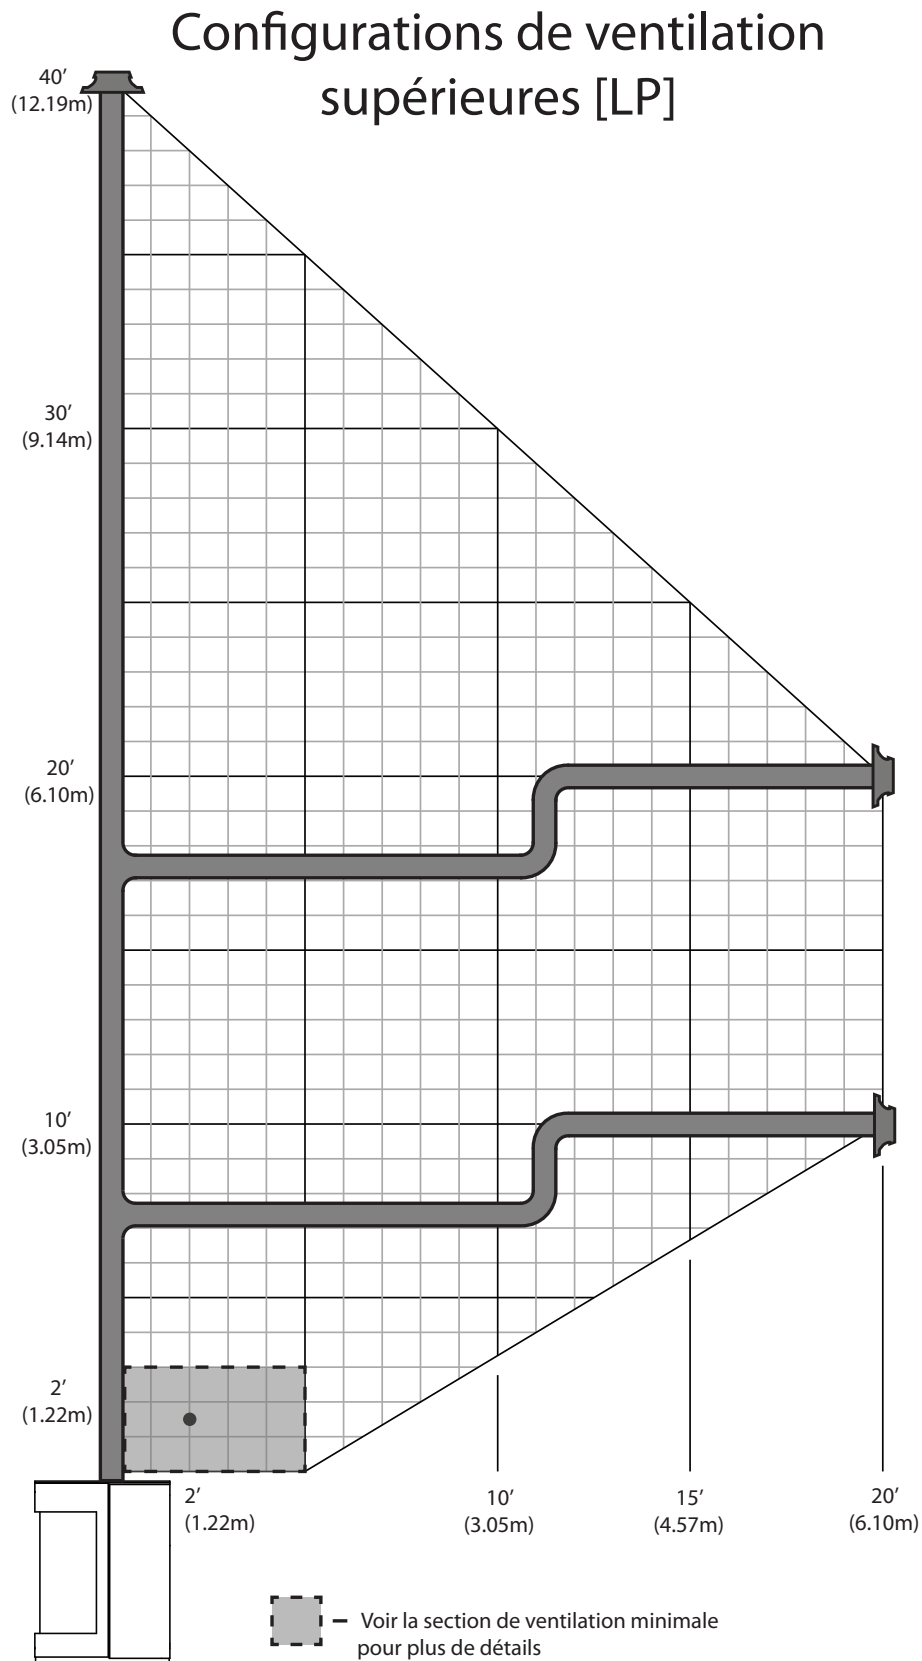

Figure 50: Configurations de ventilation supérieure - Propane
Les tableaux suivants montrent la gamme d'options de ventilation disponibles pour les configurations de ventilation supérieure utilisant des terminaisons verticales ou horizontales en conjonction avec 0 - 3 coudes à 90° dans le plan vertical. Avoir le moins de coudes est idéal car ils limitent le flux d'air. La longueur totale du tuyau d'évent horizontal ne peut pas dépasser 20ft (6.1m) et la longueur verticale totale ne peut pas dépasser 40ft (12.2m). N'importe quelle combinaison de montée et de descente peut être utilisée tant qu'elle se situe dans les zones ombrées des graphiques suivants. Un total de trois (3) coudes à 90° ou six (6) 45° les coudes peuvent être utilisés comme indiqué dans Figure 50 & Figure 49. En plus de ce qui est montré, si un coude à 90° est utilisé dans le plan horizontal, 3 pieds (91.4cm) doivent être soustraits de la course horizontale admissible (pour chaque coude à 45°, il faut soustraire 1.5 pieds (45.7cm)).